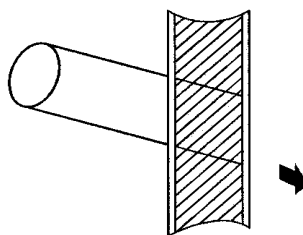

Figura 2
1. Efectúe un orificio en la pared que permita el paso de tubería y cableado dentro de tubo PVC adquirido localmente. El orificio debe tener una ligera inclinación hacia abajo y hacia afuera. Ver Figura 2.